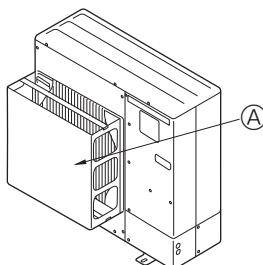

Fig. 2-3
- ② Установите дополнительный воздуховод, если прибор установлен в месте, где сильный ветер от тайфуна и т.д. может попадать непосредственно в вентиляционную решётку. (Fig. 2-3)